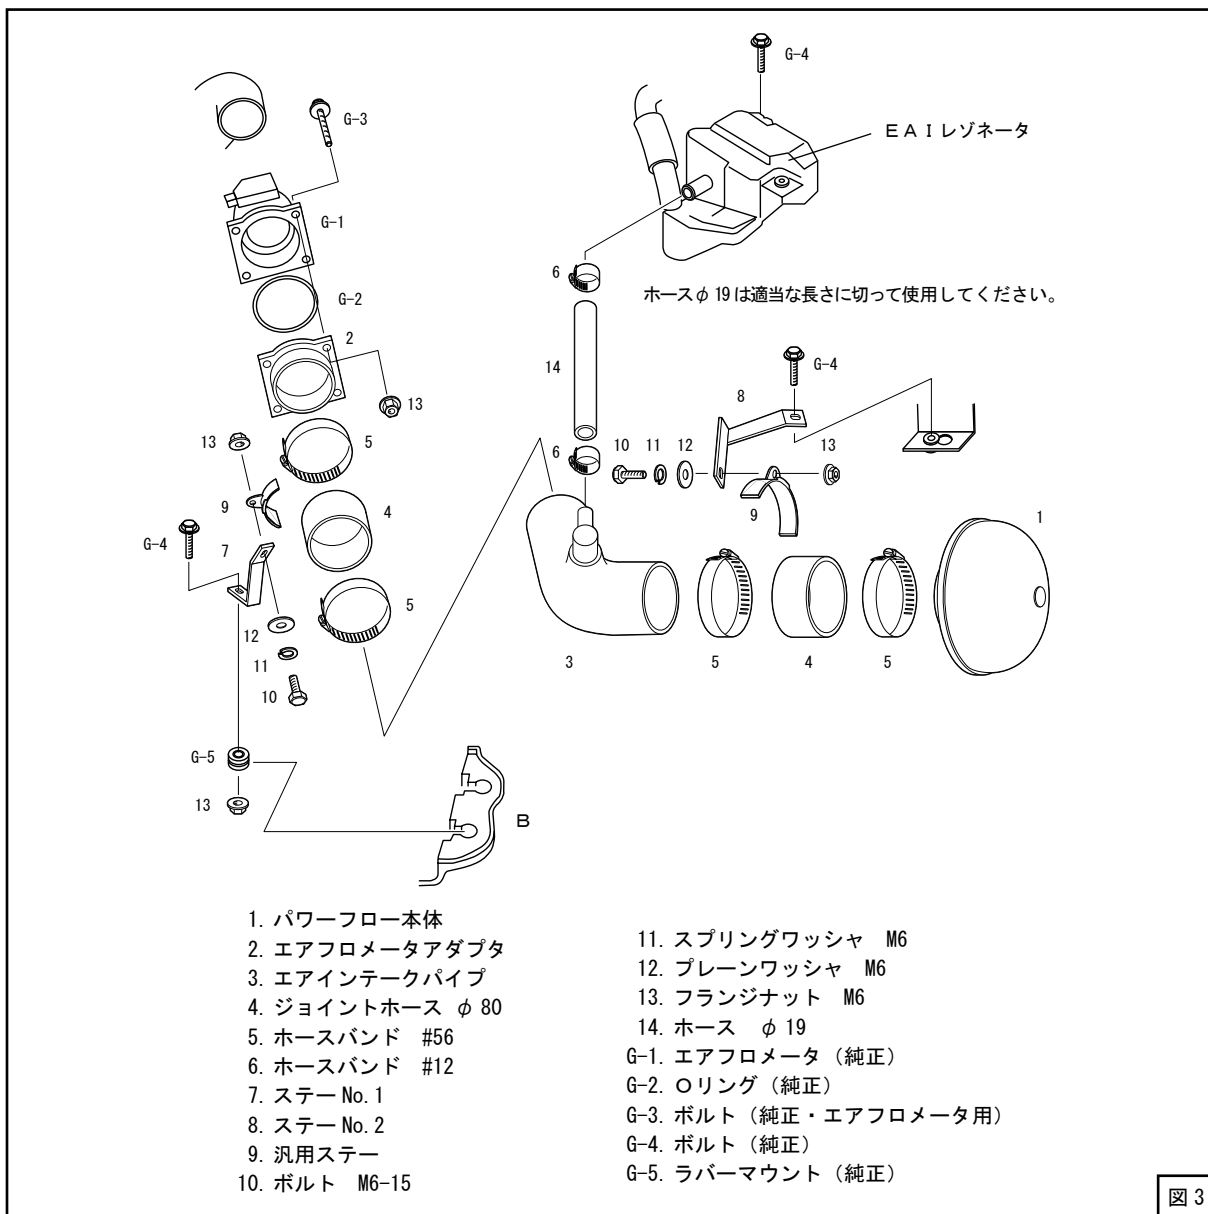

図 3
- (1) ステア No.1 にラバーマウントを組付けて、B部ステアに横方向からはめこんでください。(図3)
- (2) キットパーツを仮付けしてください。(図3)
- (3) E A I レゾネータホースをキット内のφ19ホースに換えてください(図3)
- (4) エアホースA部を元に戻してください。